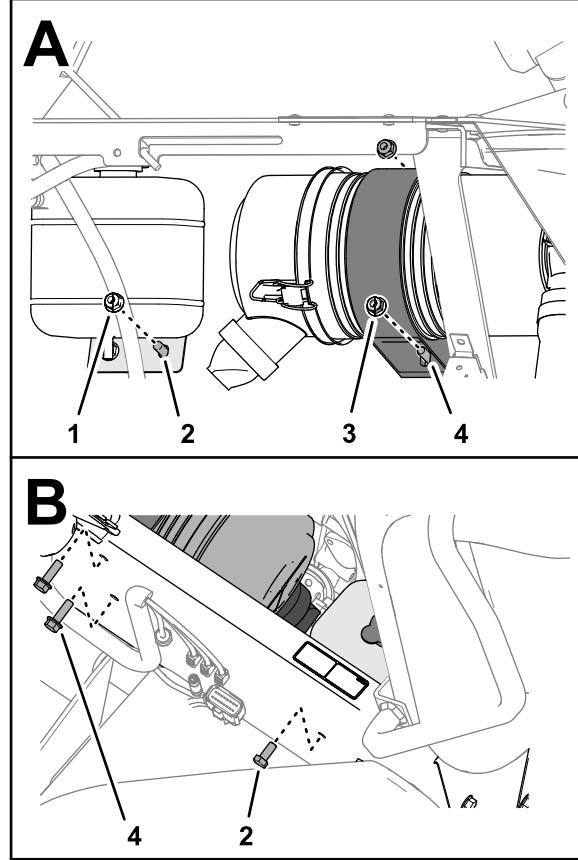

Рисунок 164
1. Отверните 2 фланцевые контргайки (5/16 дюйма) и 2 болта с фланцевыми головками (5/16 x 1 дюйм), с помощью которых крепление воздухоочистителя подсоединенено к правой панели опоры сиденья (Рисунок 164).
2. Отверните заднюю фланцевую контргайку (5/16 дюйма) и колпачковый винт (5/16 x ¾ дюйма), которые крепят кронштейн бачка охлаждающей жидкости к правой панели опоры сиденья (Рисунок 164).